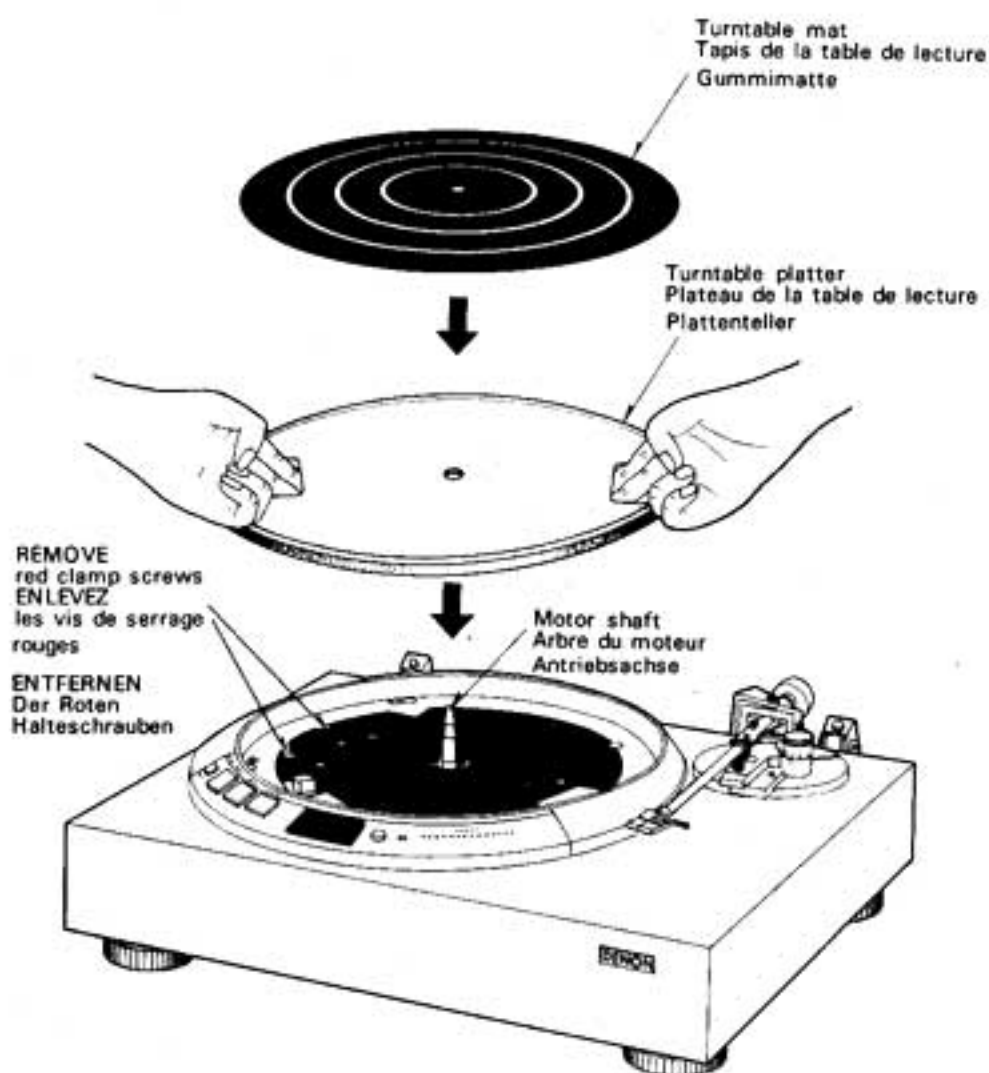

Fig. 2 Abb. 2
- ② Insert your finger into the two holes of the turntable platter as shown in Fig. 2 and slowly mount it on the motor shaft. Remove the turntable platter in the same fashion.
- ② Introduisez votre doigt dans les deux orifices du plateau de la table de lecture, comme l'indique la Fig. 2, et montez-le lentement sur l'arbre du moteur. Pour enlever le plateau de la table de lecture, tirez-le vers le haut de la même façon.
- ② Stecken Sie Ihre Finger in die beiden Öffnungen des Plattentellers (siehe Abb. 2) und setzen Sie den Plattenteller vorsichtig auf die Antriebsachse. Bei Entfernen des Plattentellers verfahren Sie in gleicher Weise und ziehen den Plattenteller vorsichtig nach oben von der Antriebsachse ab.